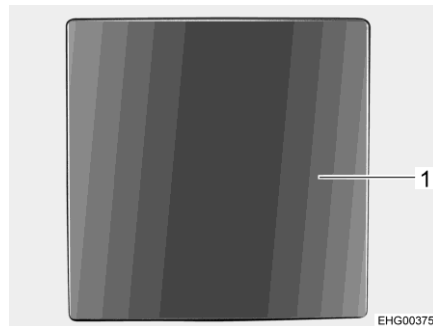

Bild 60 Tryckknapp
- Tryck på tryckknappen (Bild 60,1). Tryckknappen skjuts ut.